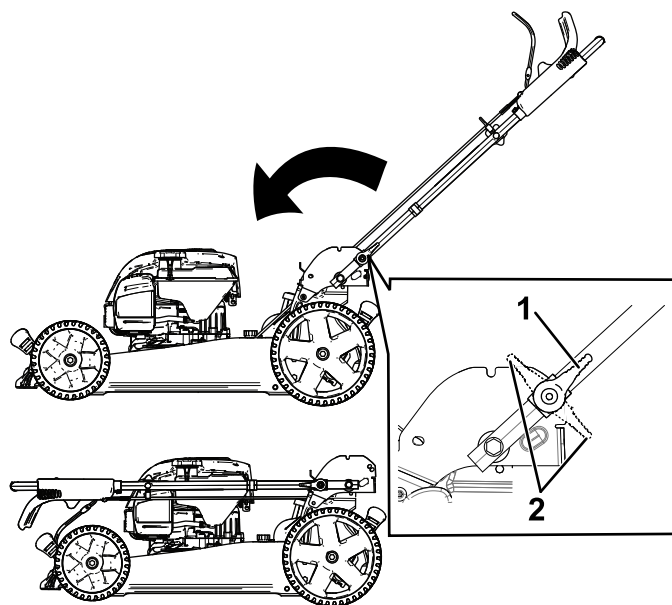

Figura 21
3. Decuplați închizătoarele mânerului (Figura 21).
4. Pliai mânerul complet în față (Figura 21).